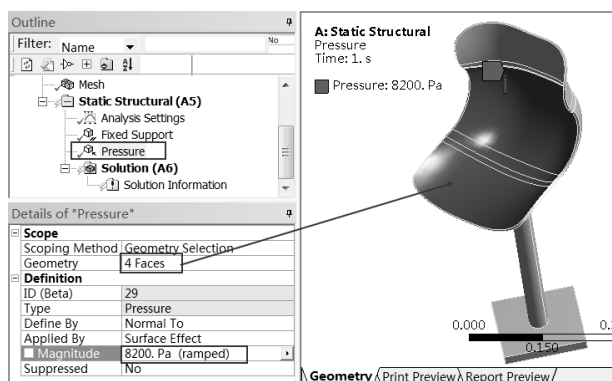

图 5-23 添加面载荷
Step5 同 Step3 选择 Pressure 选项，选择需要施加压力的面，单击 Details of “Pressure” (参数列表) 中 Geometry 选项下的 **Apply** 按钮，同时在 Magnitude 选项下设置压力为 8200Pa 的面载荷，如图 5-23 所示。